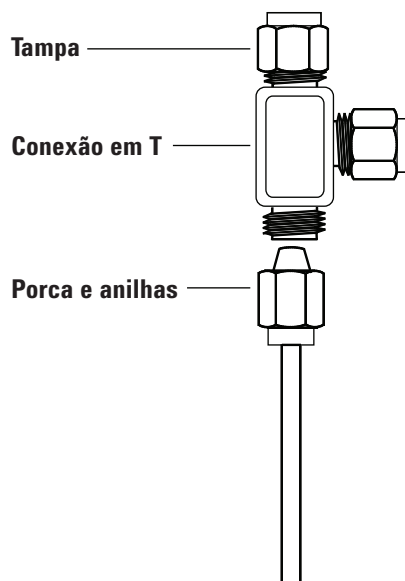

Figura 21. T Swagelok
- 1 Corte a tubulação onde quiser instalar o T. Conecte a tubulação e o T com uma conexão Swagelok. Consulte a Figura 21.